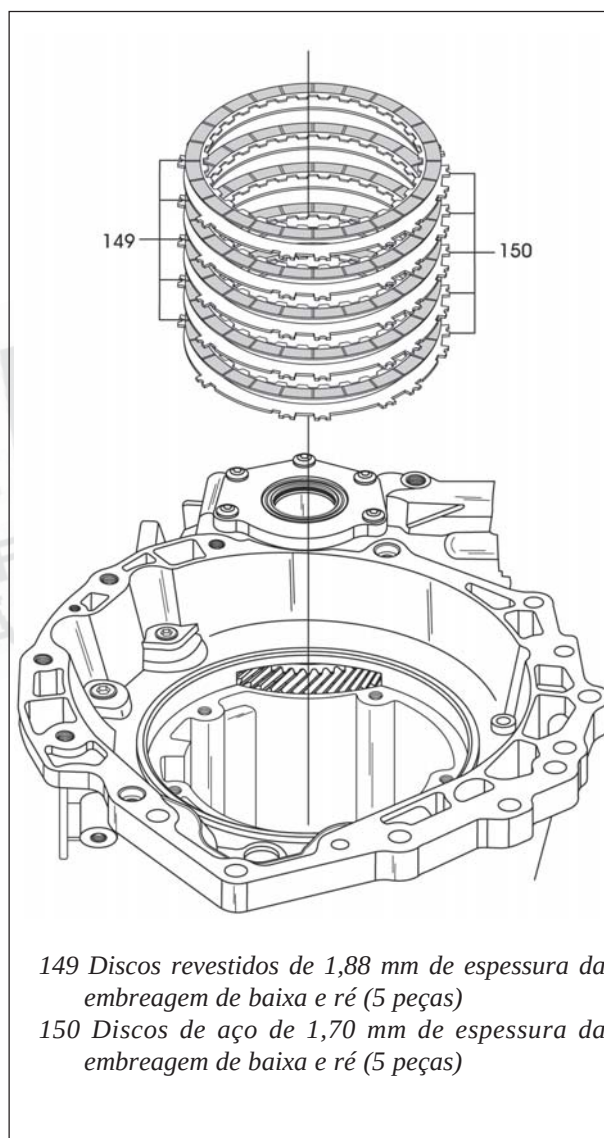

Figura 70
58. Remova os discos da embreagem de baixa e ré da carcaça, segundo indica a figura 70.